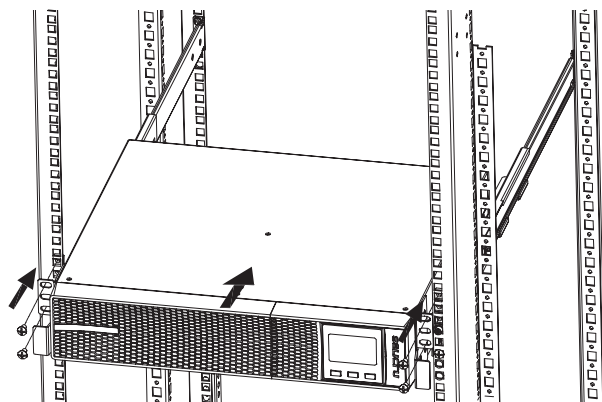

Fig. 8. Montage type rack en armoire 19".
- Pour installer un équipement en armoire rack de 19" procédez de la manière suivante (voir Fig. 8) :